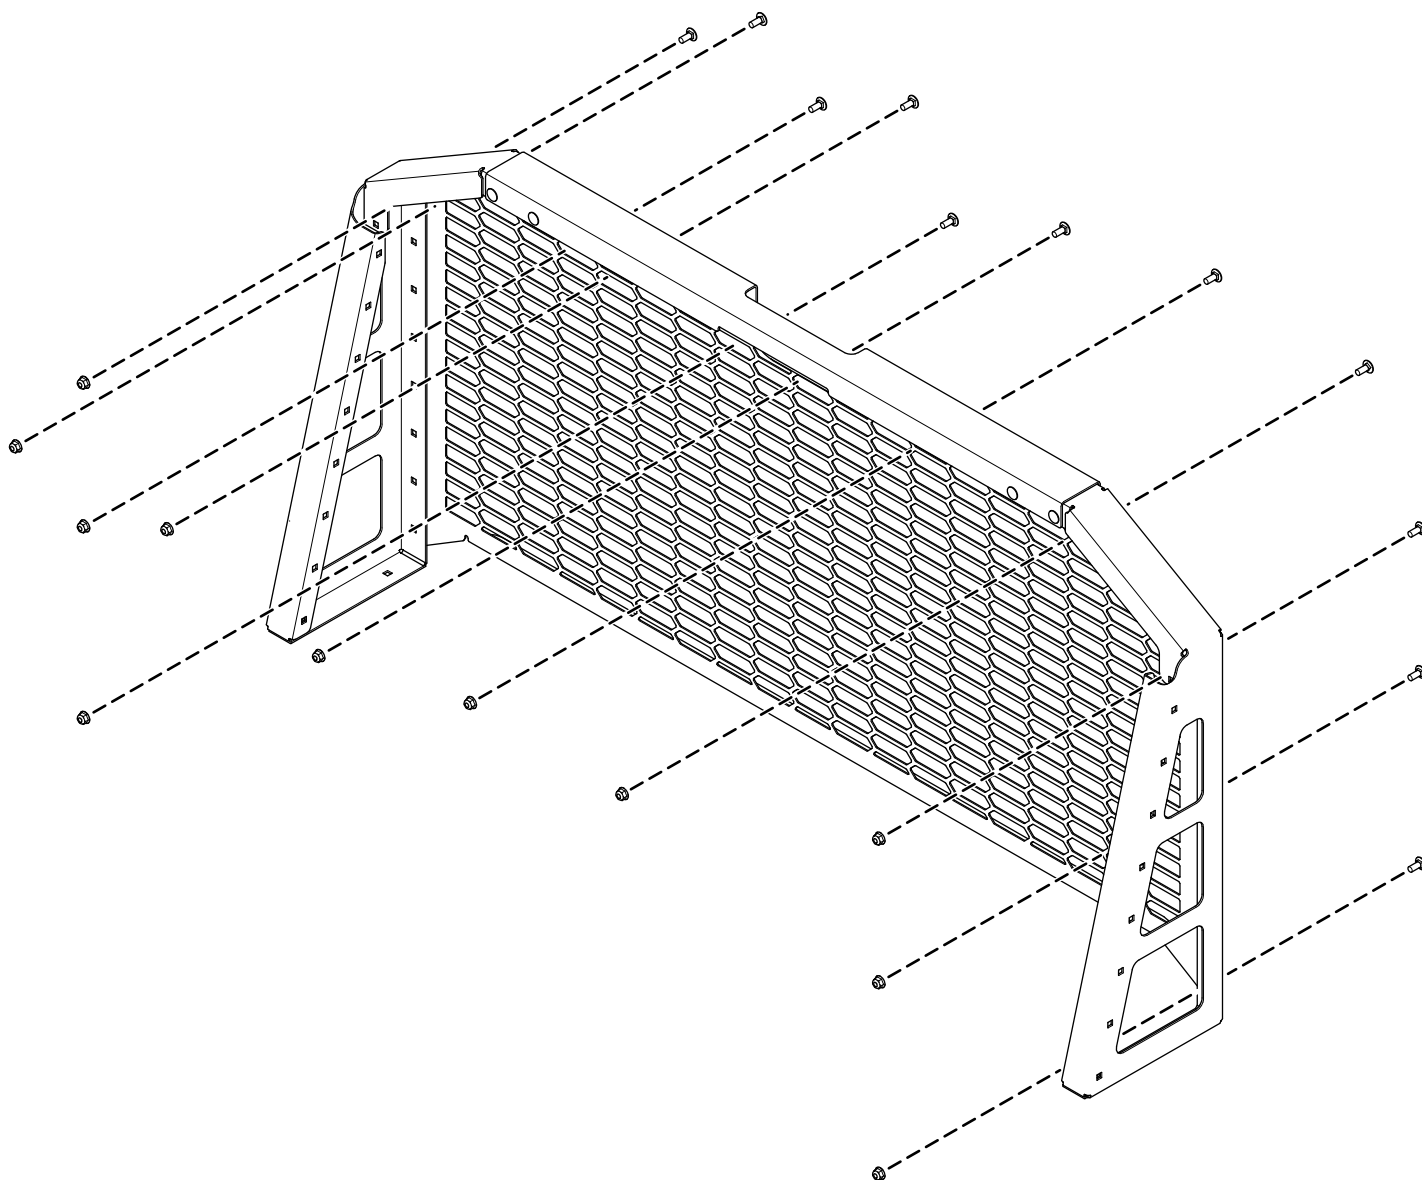

Figure 2
2. Fixez légèrement la grille sur le cadre du système de racks à l'aide de 11 boulons de carrosserie (5/16" x 3/4") et 11 contre-écrous (5/16"), comme montré à la Figure 2.